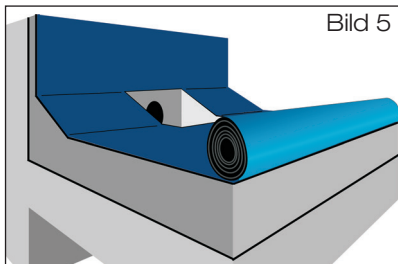

Bild 5
- 5.4.5 Zweite Lage der Dachdichtungsbahn über Ablauf ausrollen. Im Bereich des Attikaablaufes Aussparung mit Abmessungen entsprechend Außenkonturen der Sieböffnung vorsehen (Bild 5). Zweite Lage der Dachdichtungsbahn zurückrollen, Anschlussmanschette und zweite Lage der Dachdichtungsbahn gemäß Verlegevorschriften des Dachdichtungsbahnherstellers verschweißen.